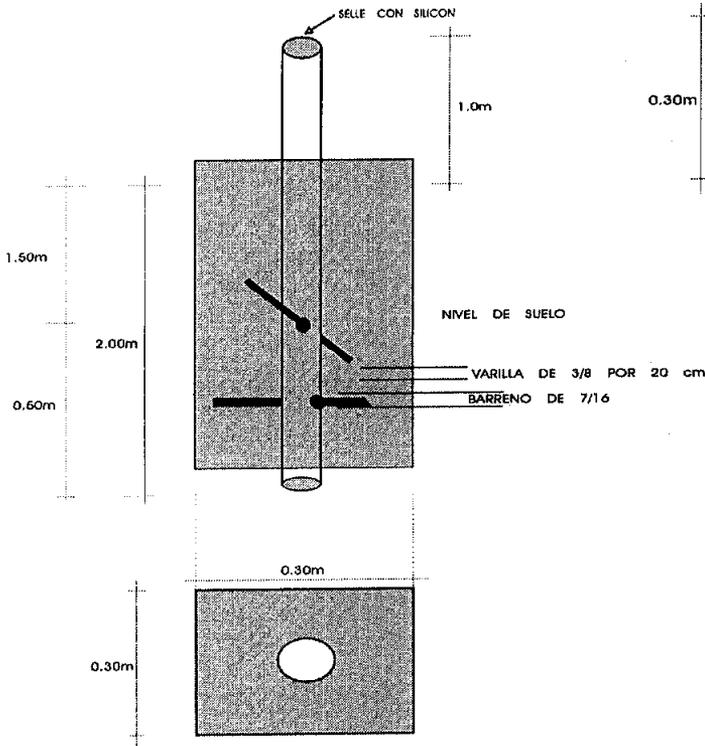

FIG. 4
a) Recomendar al Agente Telefónico Rural que en coordinación con su comunidad y la autoridad, construyan una columna de concreto armado sobre el mástil a nivel para evitar algún movimiento (Fig. 4)